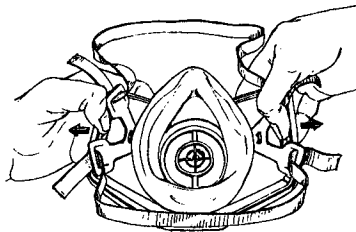

FIGURA 4
1. Remueva el filtro usado del respirador, despegando la cubierta del filtro del portafiltro. El lado izquierdo y el derecho de la cubierta del filtro cuentan con lengüetas para retener el portafiltro. El respirador se puede desmontar palanqueando suavemente las lengüetas de retención hacia afuera, desde el borde del portafiltro. (Vea la Figura 4.)